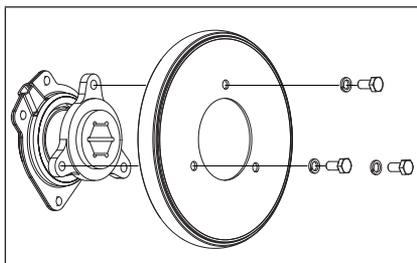

Figure 70
7. Dévissez les trois boulons M6 et les trois rondelles de blocage du disque de friction. Mettez au rebut le disque de friction utilisé et remplacez-le par un nouveau. Ne serrez pas de manière excessive. (Fig. 70)